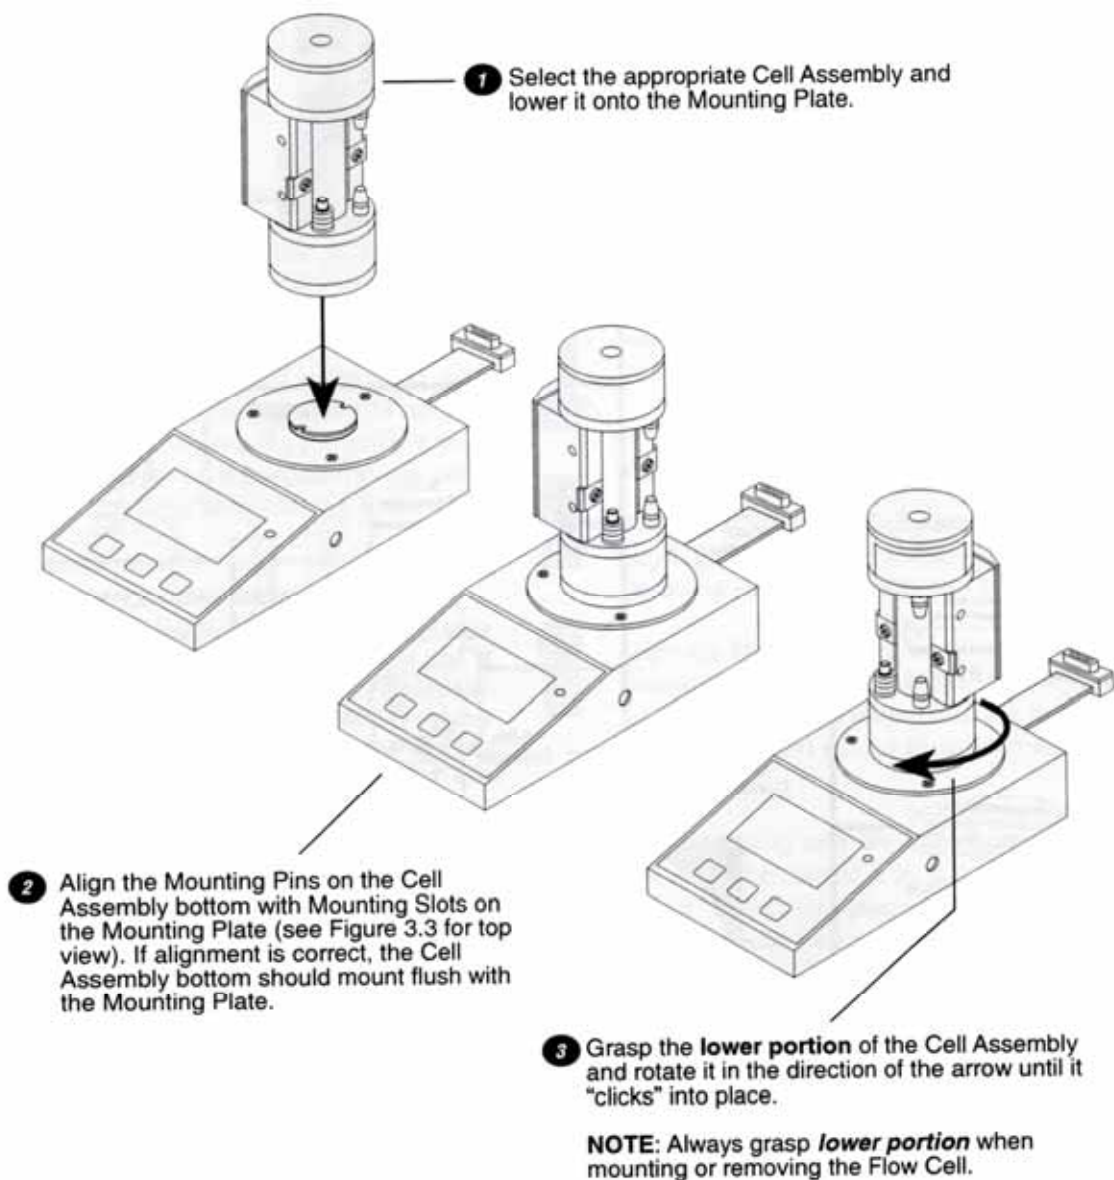

图 3.2
如图 3.2 和 3.3，按下列步骤安装槽组：
- 4) 将槽组的正面面向右侧（如图 3.2），将槽组放置在控制基座的承载台上